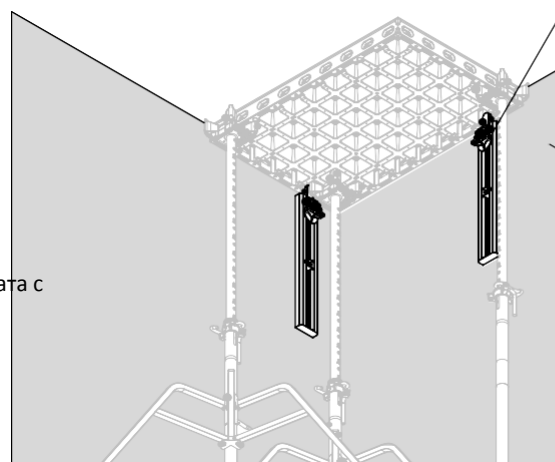

Fig. D1.05
3. Затегнете държача DUO с крилчатата гайка DW 15 (54). (Fig. D1.05)